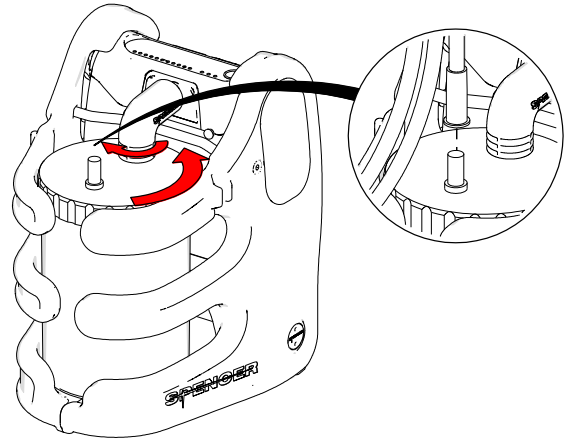

Abb. 11
3. Der Patientenschlauch (Nr°17 Abschnitt 3.2) mit dem Behälterdeckel verbinden, durch den Eingangsanschluss, der mit der Beschriftung „Patient“ kenn gezeichnet ist. Überprüfen Sie, dass alle Verbindungen gesichert sind, um Flüssigkeiten- und Unterdruckverluste zu vermeiden (Abb. 11).